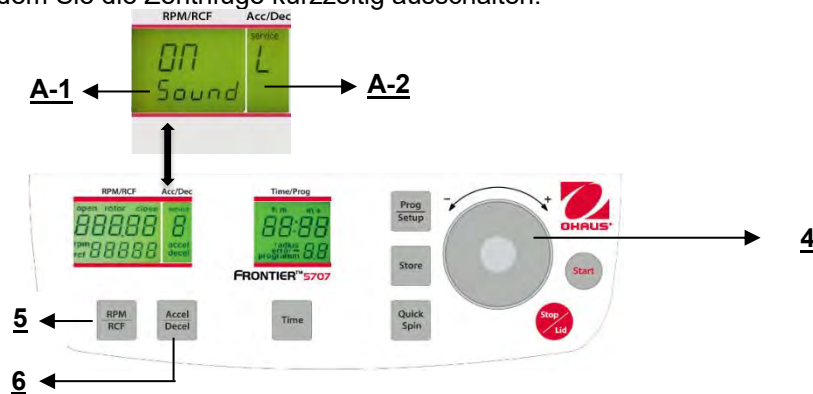

Abbildung. 29
Fahren Sie fort wie unter Punkt 4.1.2 beschrieben, um in den Programmmodus einzutreten und drücken Sie dann die Taste **"Accel/Decel"** (6). Auf der Anzeige blinkt **"Acc/Dec"** (A-2) das Wort **"Service"**. Wählen Sie nun den Buchstaben **"L"** mit Hilfe des Anpassungs Wählscheibe (4). Als Ergebnis erscheinen die Worte **"On Sound"** auf der Anzeige **"RPM/RCF"** (A-1). Wenn Sie die Taste **"RPM/RCF"** (5) nun drücken, blinkt das Wort **"On"** und Sie können den Ton mit dem Anpassungs Wählscheibe (4) umschalten (siehe Abbildung 29).